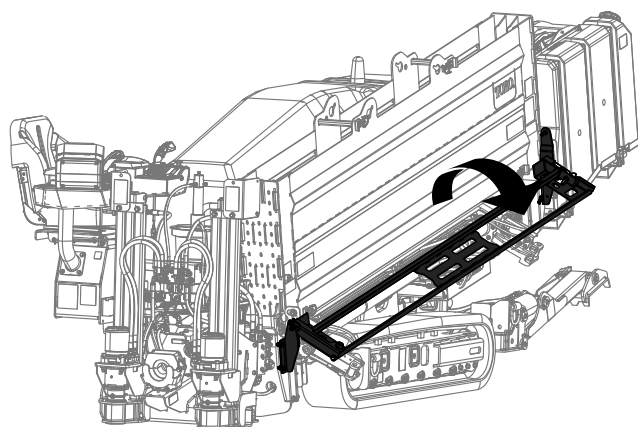

Рисунок 57
4. Опустите ограждение загрузчика трубы (Рисунок 57).